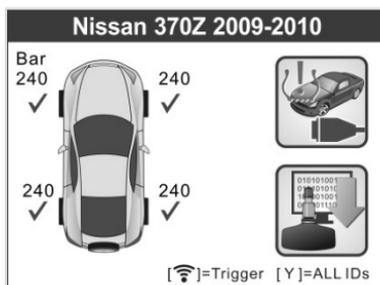

Imagen 4.20
- 4) Siga el mismo proceso que en **4.1 comprobación del sensor TPMS** para entrar en la pantalla de activación. Utilice los botones de desplazamiento **ARRIBA/ABAJO** o **IZQUIERDA/DERECHA** para seleccionar la función de **reaprendizaje TPMS** en la esquina superior derecha de la pantalla. (Imagen 4.20)